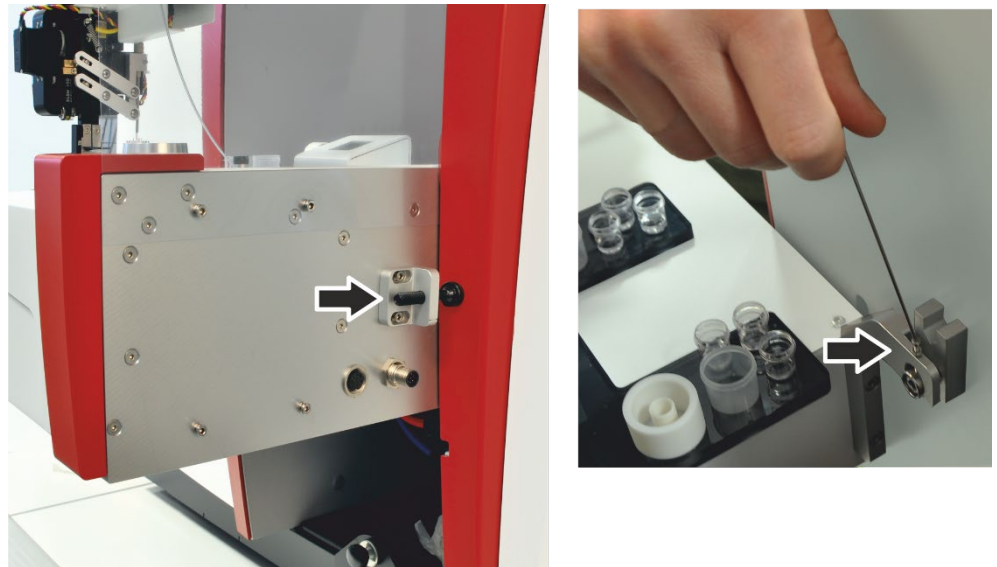

Bild 15 Mechanische Justierung mittels Anschlagsschraube und Justierschraube
2. Wenn dies nicht der Fall ist, den Probengeber mithilfe der folgenden 2 Schrauben (Pfeile in Bild 15) waagrecht ausrichten: